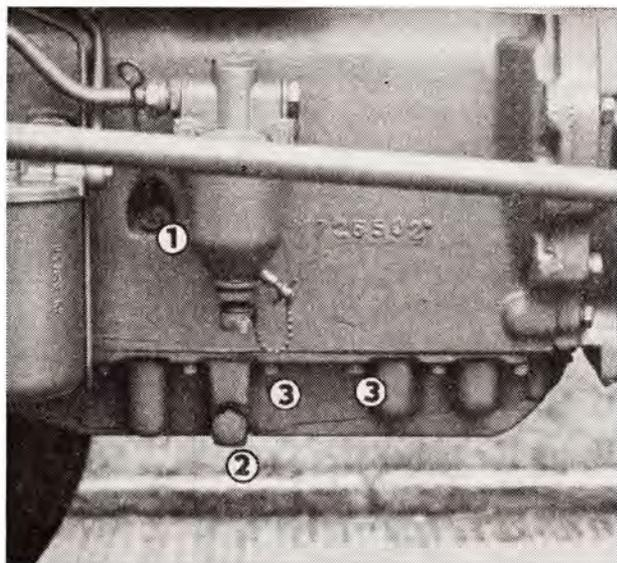

Abb. 10
Die Kontrolle der richtigen Ölmenge wird mittels eines Ölmesstabes, der an der linken Seite des Motorgehäuses (Abb. 10/1) angebracht ist, durchgeführt. Das Öl wird aus dem Motor mittels einer Ablassschraube an der linken Motorseite am unteren Deckel (Abb. 10/2) abgelassen.
1. Aus dem Kurbelkasten ist das Öl abzulassen (Abb. 10/2).
2. Einundzwanzig Schrauben M 10 und drei Schrauben M 8 des unteren Deckels des Kurbelkastens (Abb. 10/3) sind auszusrauben und der Deckel ist abzunehmen.